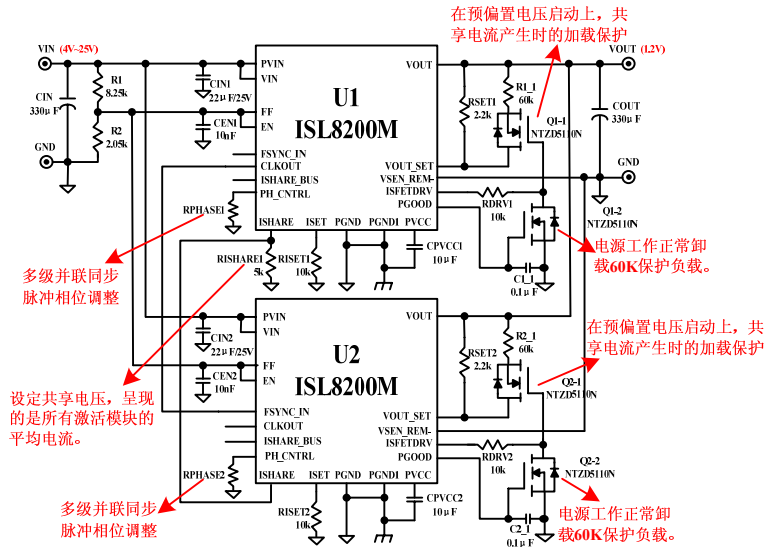

图 6. 两级并联实现 1.2V、20A 的应用电路
以两个模块并联为例（见图6），可实现输出电流增加一倍，达到20A。以此为契机，可实现六个模块的并联，使输出电流增加六倍，最高达60A。关键注意三方面：
- 1、确保所有模块开关频率保持同步，即U1模块的频率输出CLKOUT与并联U2模块的同步输入FSYNC_IN相连接（见图6）。当并联模块增多时，为了确保同步，消除相移。每个模块都有PH_CNTRL引脚，对地均有一个调节电阻RPHASE（见图6），与器件内部的上拉至VCC的电阻RPH(10kΩ)进行分压处理，依赖PH_CNTRL引脚的电压值，调节CLKOUT的输出相移。
然后设定电阻 $R_{ISHARE} = R_{ISET} / N_{CTRL}$ 。以图6为例，电阻 $R_{ISHARE1} = 10k\Omega / 2 = 5k\Omega$ 。
3、在预偏置电压启动上的加载保护，以图6为例，首先ISFETDRV引脚输出高电平、PGOOD引脚输出低电平。关闭Q1_2，开启Q1_1加载60k电阻，对模块起保护作用。当器件进入正常工作状态时，PGOOD引脚输出高电平，开启Q1_2，关闭Q1_1卸载60k电阻。其它并联模块操作类同。